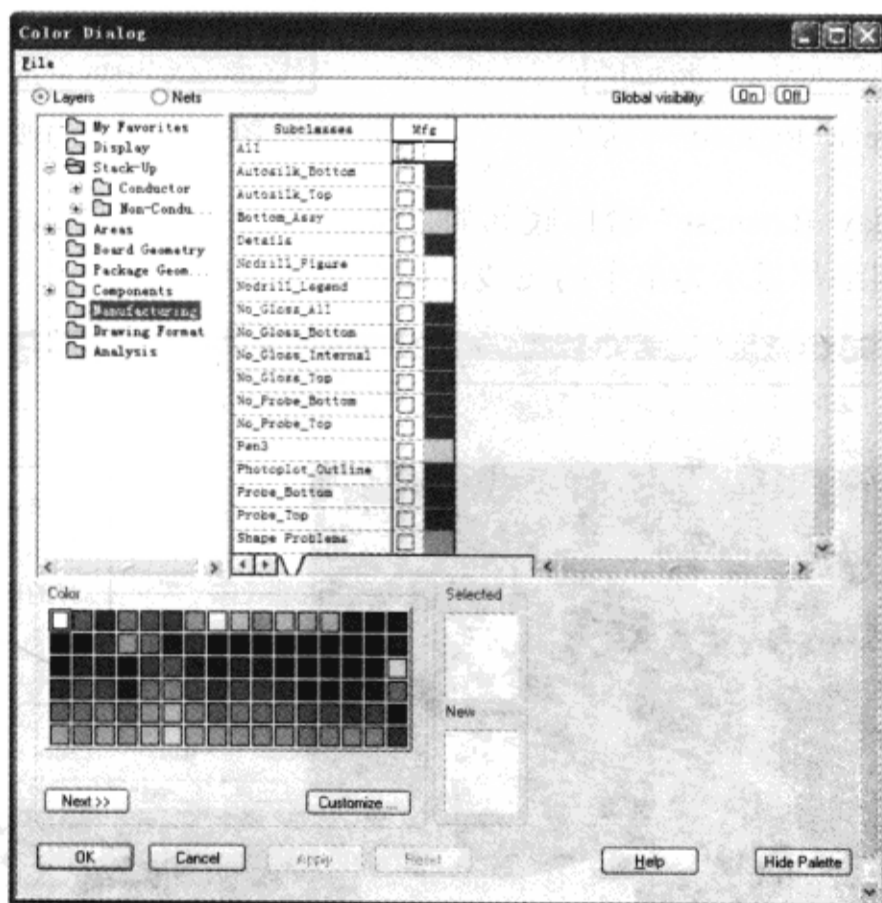

图 2-7-1 “Color Dialog”窗口
(1) 启动“Allegro PCB SI GXL”→执行菜单命令“Display”→“Color/Visibility...”，打开“Color Dialog”窗口，如图 2-7-1 所示。